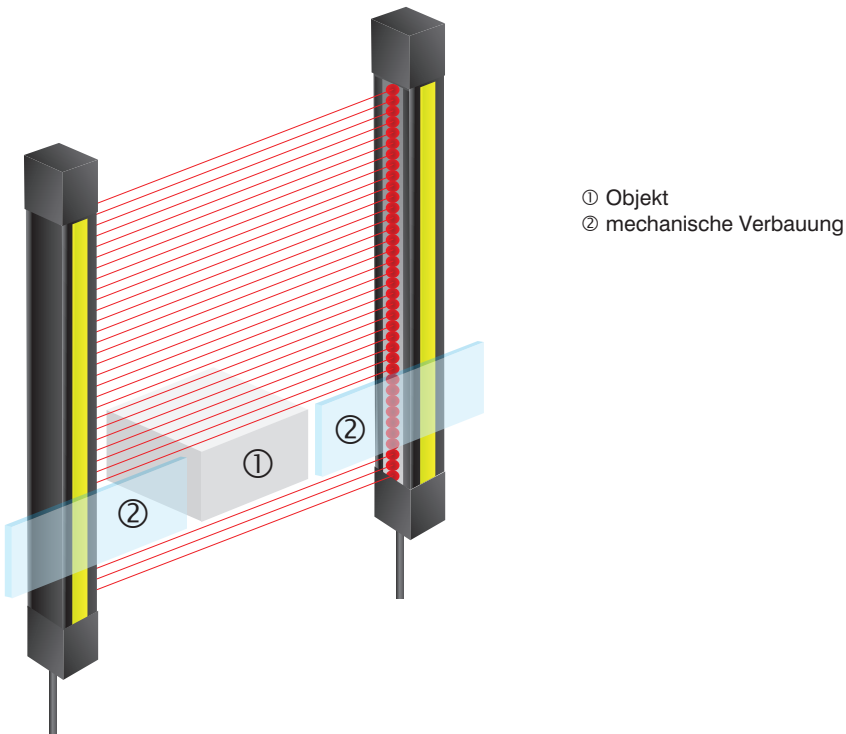

Abbildung 21: Zusätzliche Absicherung des ausgeblendeten Bereiches
- Ein ausgeblendeter Bereich stellt ein „Loch im Schutzfeld“ dar. Daher muss der Bereich auf eine andere Art, z.B. mechanisch, abgesichert werden (vgl. Abbildung 21).